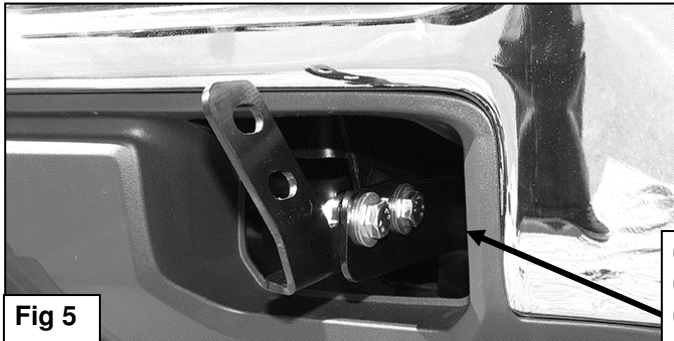

Fig 5
4. Sélectionner ensuite le support de fixation du pare-buffle côté conducteur. Fixer le support du pare-buffle sur la partie intérieure du support de châssis en utilisant les (2) boulons à tête hexagonale de 10 mm x 30 mm, les (4) rondelles plates de 10 mm et les (2) écrous avec bague frein en nylon de 10 mm fournis (**Figure 5**). Ne pas serrer complètement pour l'instant. **REMARQUE** : Sur certains modèles, il est possible ou plus simple de commencer par boulonner entre eux les supports de châssis et de fixation pour les installer ensemble en une seule fois.